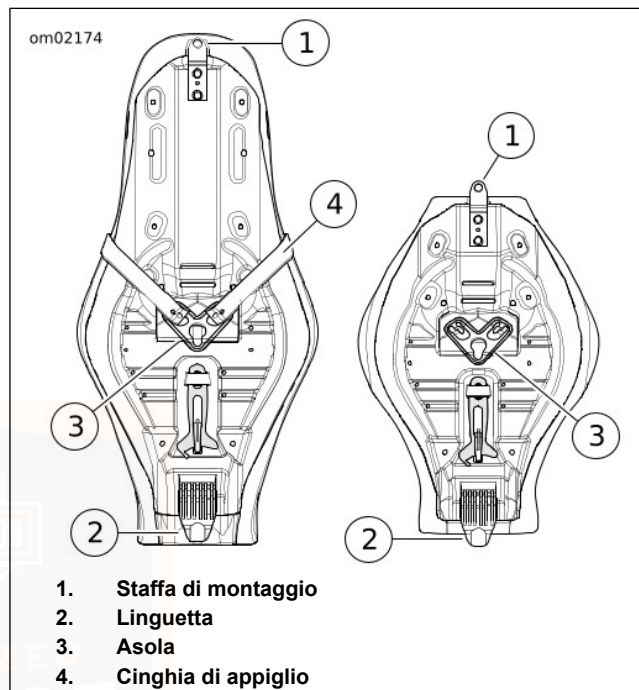

Figura 79. Selle monoposto e two-up
1. Vedere Figura 79. Collocare la sella sul telaio con la staffa di montaggio (1) sul lato posteriore.
2. Far scorrere la sella in avanti finché la linguetta (2) non si inserisca saldamente sotto la staffa del serbatoio del combustibile.
3. Spingere in avanti la sella per agganciare l'asola (3) al prigioniero della sella. Spingere leggermente indietro la sella.